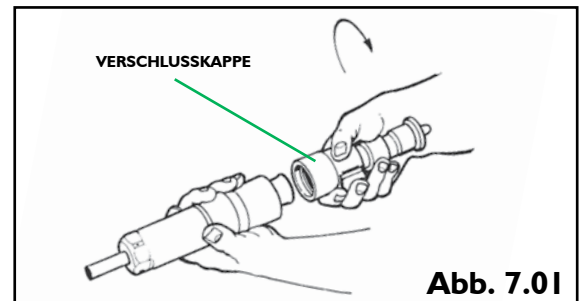

Abb. 7.01
- Die Verschlusskappe gegen den Uhrzeigersinn drehen und abnehmen (siehe Abb. 7.01).